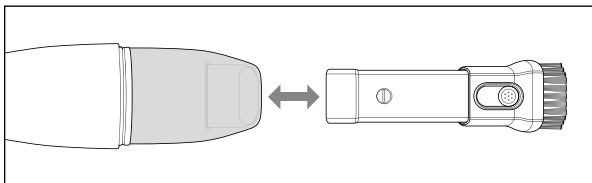

Fig. 2
- ◆ Tenez l'appareil au niveau de la poignée ❸ et retirez le capuchon de fermeture ❶ de l'appareil.
- ◆ Insérez le suceur 2 en 1 ❶❷ dans l'orifice d'aspiration ❷ de l'appareil. Veillez ce faisant à ce que le bouton de réglage de la buse à brosse pointe vers le haut (voir fig. 2).
- ◆ Pour retirer à nouveau le suceur 2 en 1 ❶❷, sortez-la de l'orifice d'aspiration ❷ (voir fig. 2).